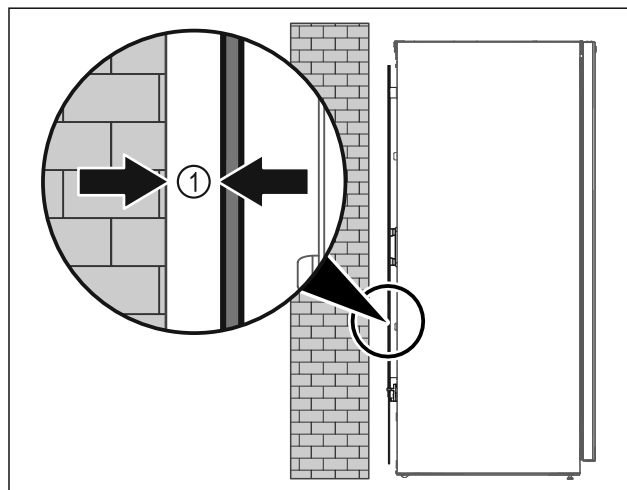

Fig. 5
- ▶ Apparaat ofwel vrij in de ruimte of direct tegen een wand met een minimumafstand van 5 mm Fig. 5 (1) opstellen.